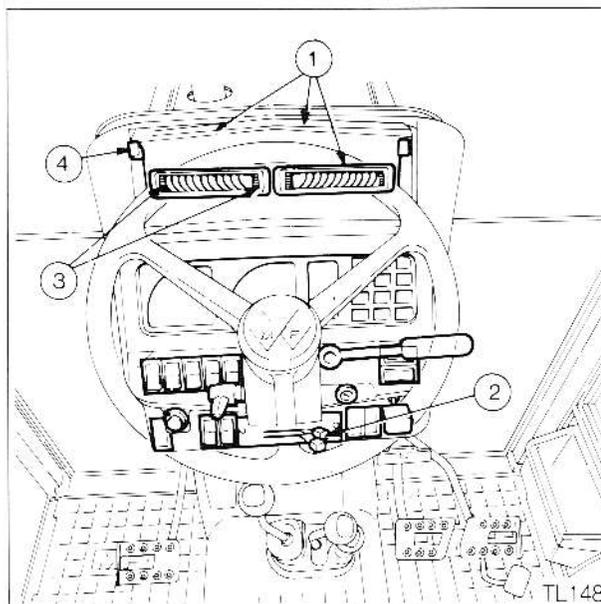

Fig 19
Système de chauffage et de ventilation (Fig. 19)
Le système de chauffage et de ventilation fournit de l'air frais ou de l'air recirculé, soit chauffé par le réfrigérant du moteur ou à température ambiante. L'air est aspiré par un filtre qui se trouve au dessous du pare-brise. Il y a des bouches d'aération orientables au-dessus du pare-brise (1 Fig. 19) pour diriger le courant d'air chauffé ou frais soit vers le conducteur ou vers le pare-brise. Il y a aussi des bouches d'aération près du plancher de cabine.
1. Fermer la bouche d'admission de recirculation sur le tableau de bord. (4 Fig. 19)
2. Déplacer le levier de commande de chauffage vers la gauche (ARRET) (2).
4. Ouvrir les bouches d'aération en tournant les molettes. Diriger le courant d'air en pivotant les corps de bouche d'aération (3).
2. Déplacer le levier de commande de chauffage vers la droite (ALLUME) (Fig. 19)